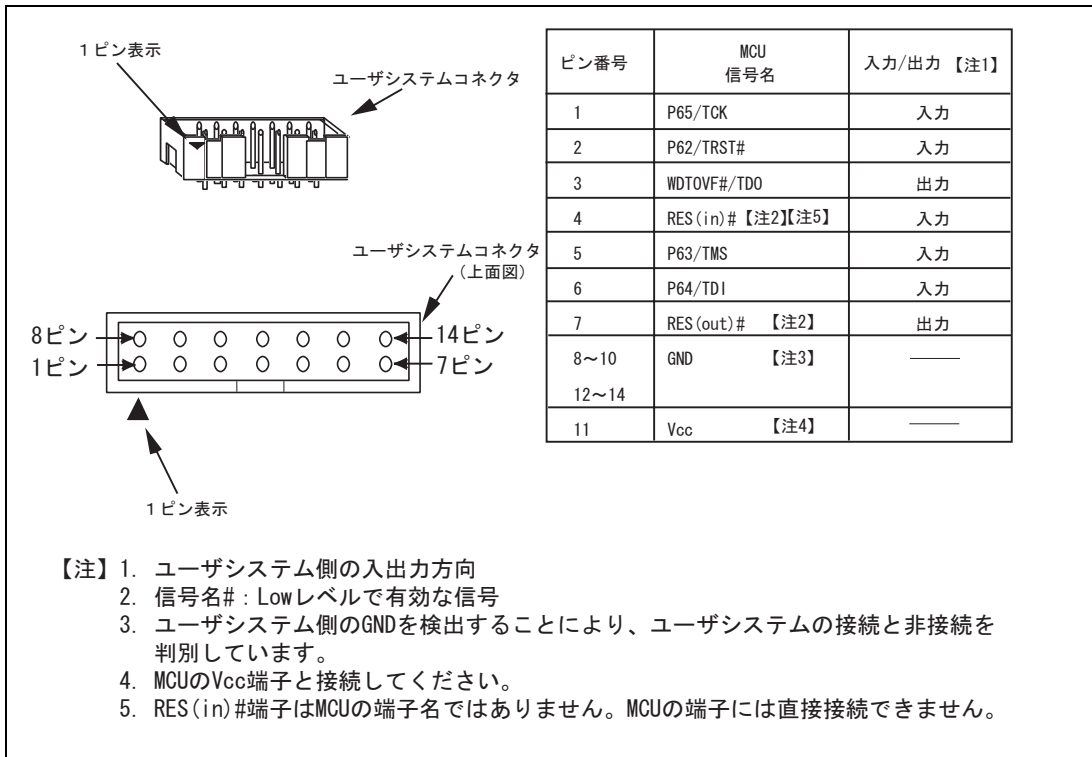

図 1.2 ユーザシステムコネクタのピン配置
ユーザシステムコネクタのピン配置を図 1.2 に示します。
- (4) E10A-USBエミュレータは、1.3章「図1.2」に示す端子を使用して、MCUと通信を行います。これらの信号は基本的には使用できません。
- (5) E10A-USBエミュレータ使用時、MCUの消費電力は数mA上昇します。これは、ユーザシステム電源電圧に通信信号レベルを合わせるため、ユーザ電源でICを駆動しているためです。
- (6) デバッグで使用したMCUは製品に使用しないでください。フラッシュメモリの書き換え回数が増えると、リテンション問題により、数日放置しておいた場合データが消えることがあります。フラッシュメモリの書き換え回数が増えるとデータが消えなくなります。エラーメッセージが表示された場合、新しいMCUと交換してください。
- (7) MCU動作モード